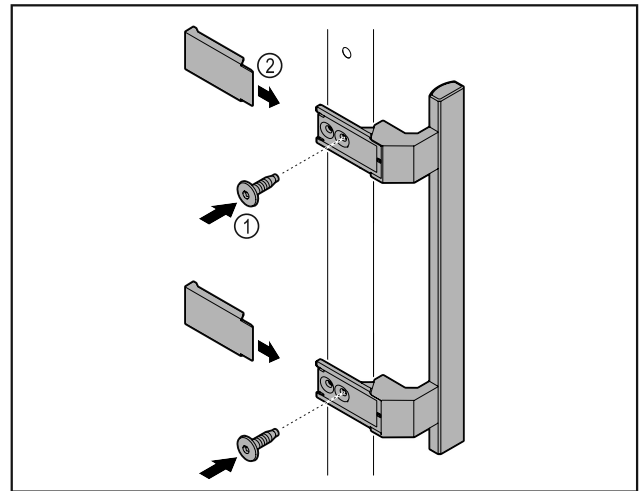

Fig. 63
- Fixer la poignée à la porte à l'aide des vis Fig. 63 (1) fournies.
- Poser les caches Fig. 63 (2).